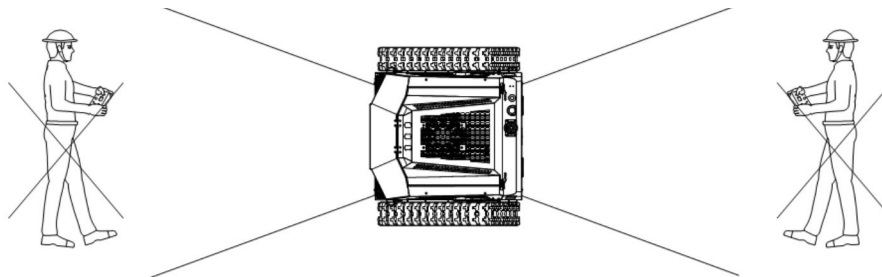

Рисунок 2 – Запрещённые зоны нахождения оператора
- Не допускать в зону людей, детей и животных. Держаться на расстоянии не менее 3 м, не стоять перед косилкой и позади неё (рисунок 2).